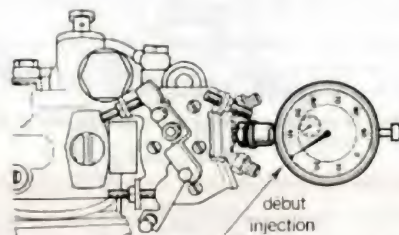

Fig. 19.
- Tourner le pignon d'entraînement **dans le sens normal de rotation** pour obtenir une levée du piston de pompe correspondant à la **valeur indiquée par le constructeur** (fig. 19).